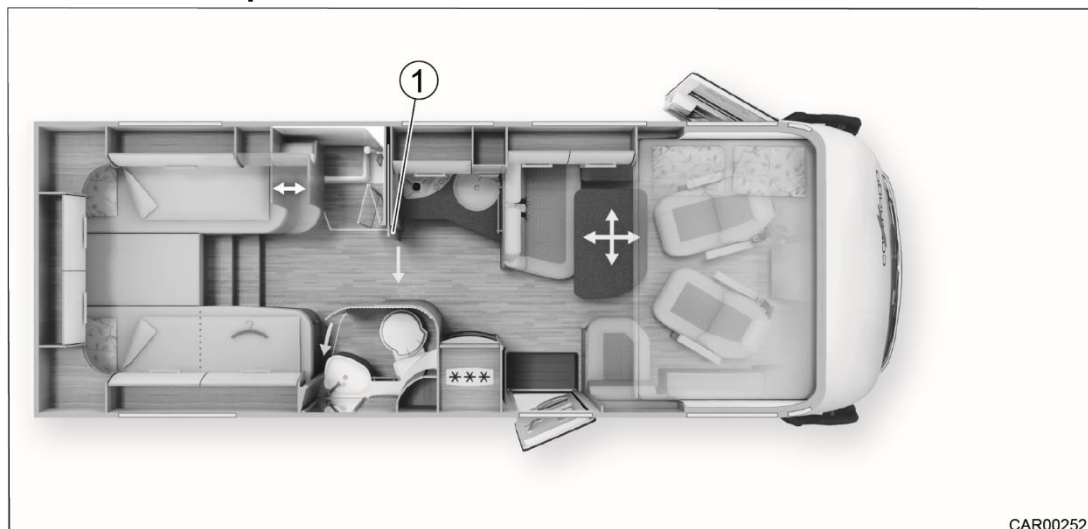

Fig. 90 Installation de vestiaires cabinet de toilette et cloison de séparation
1. Ouvrir le bouton-pression (Fig. 90/1) pour desserrer le blocage de la paroi de séparation.